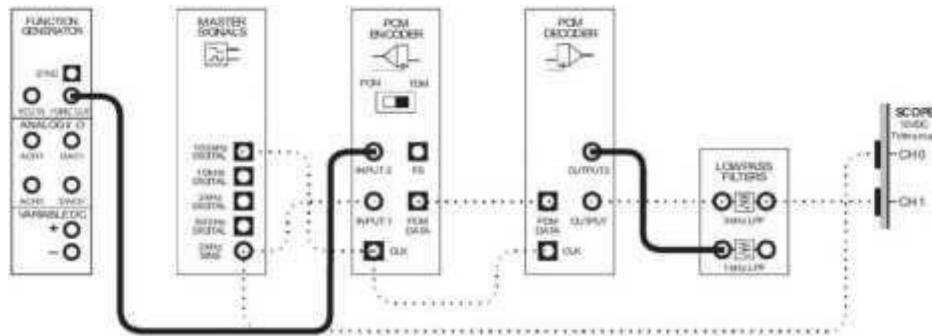

Figura 2.
3. Sin desconectar el cableado ya existente, conectar la salida del generador de funciones a la entrada INPUT 2 del módulo PCM ENCODER y la salida 2 del módulo PCM DECODER a la entrada del filtro pasa bajas 1kHz LPF (Figura 2).